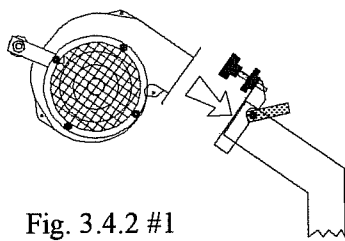

Fig. 3.4.2 #1
2. Blæseren monteres på luftkanalen øverst på ked-len. (Fig. 3.4.2 #1)